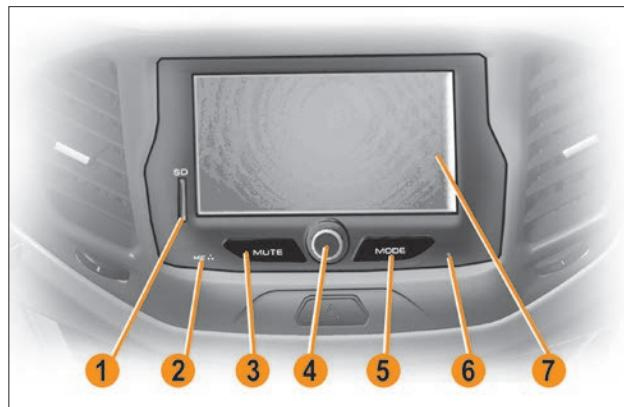

Рис. 3. Мультимедийное навигационное оборудование
2.1.1 Включение ОММН осуществляется кратковременным нажатием (1-2 сек.) на ручку энкодера **4** (рис. 3).
2.1.3 Для выключения ОММН кратковременно нажмите ручку энкодера **4** (рис. 3) и удерживайте ее в нажатом положении до выключения дисплея.
2.1.4 Для перезагрузки ОММН тупым тонким стержнем нажмите и удерживайте в течение 2-3 сек. кнопку **Reset 6** (рис. 3). После перезагрузки ОММН переходит в режим «Радио» с прослушиванием первой сохраненной радиостанции.
Для выключения звука нажмите кнопку **MUTE** (кнопка **3**, рис. 3). Для включения звука нажмите кнопку повторно.
Кнопка **MODE** (кнопка **5**, рис. 3) служит для переключения режимов работы радиоприемника, при этом будут отображаться только активные режимы. Например, если вставлена SD-карта и на ней есть только видеозаписи, то, используя кнопку **MODE**, можно попасть в окно «**Видео**», но нельзя попасть в окно «**Аудио**» и «**Фотографии**».
Регулировка громкости осуществляется вращением ручки энкодера **4** (рис. 3) вправо или влево.